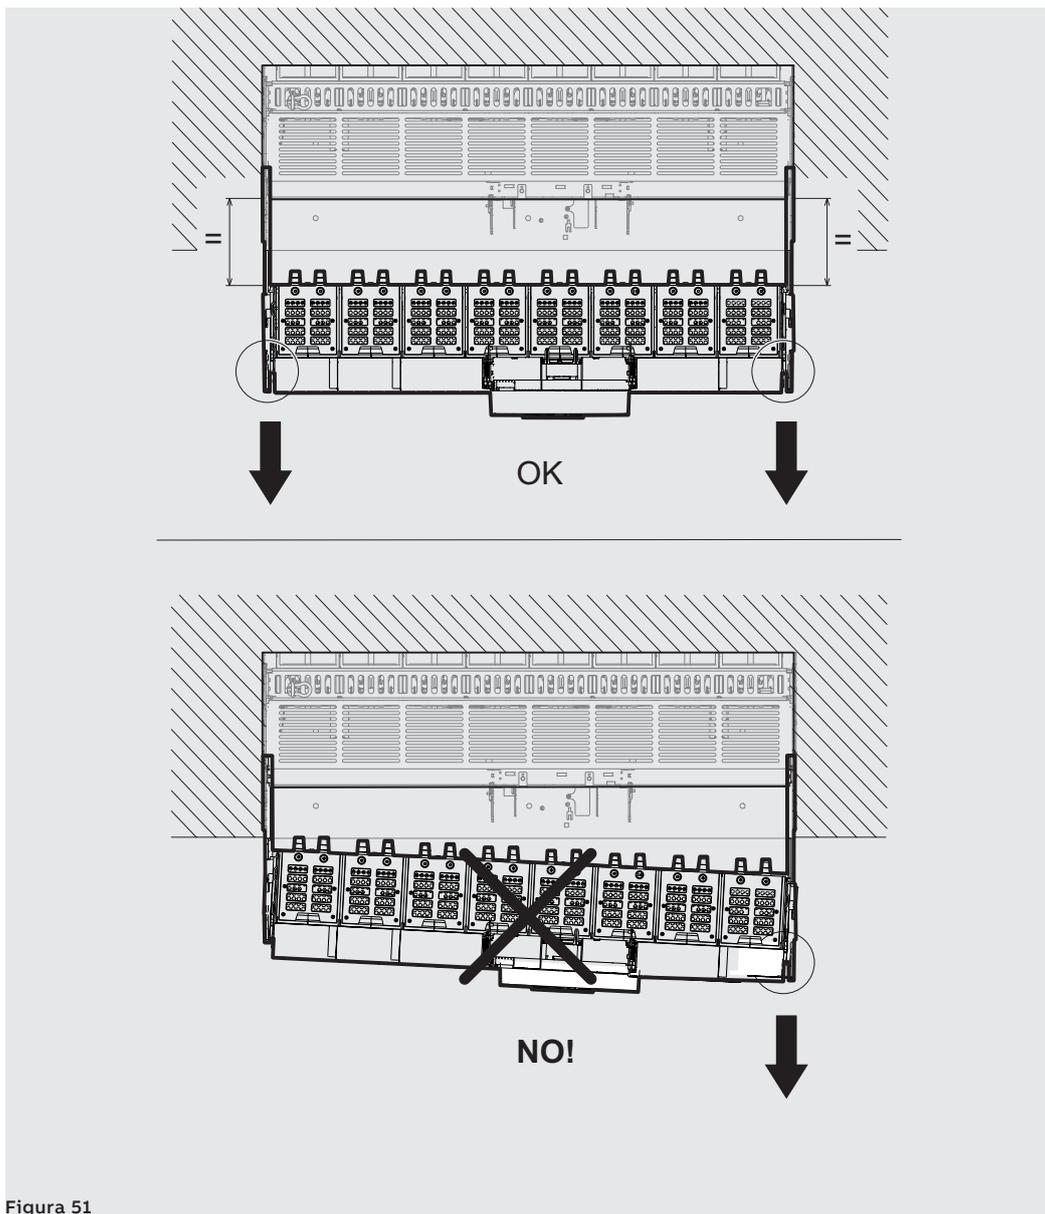

Figura 51
**ATTENZIONE!** Accertarsi che, durante l'estrazione della parte mobile, entrambe le guide parte fissa eseguano la medesima corsa mantenendo la parte mobile parallela alla parte fissa. Vedi Figura 51.